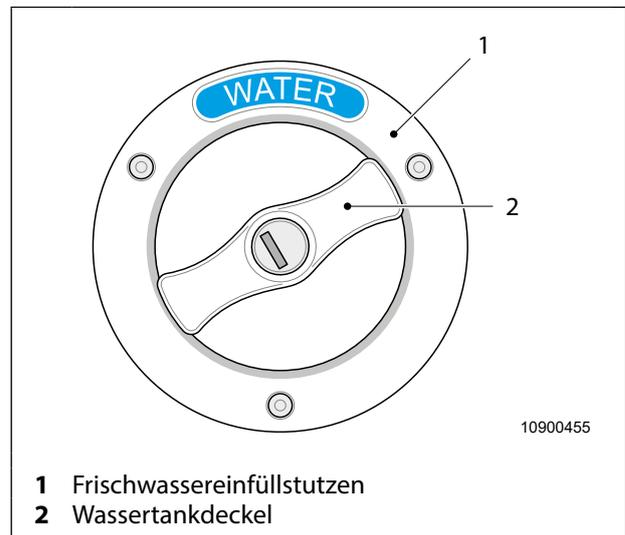

Abb. 48 Frischwassereinfüllstutzen
Der Frischwassereinfüllstutzen (Abb. 48, Pos. 1) befindet sich im Heckbereich an der Außenwand des Fahrzeugs.
3. Wassertankdeckel (Abb. 48, Pos. 2) aufschließen und öffnen.
5. Wassertankdeckel (Abb. 48, Pos. 2) schließen.